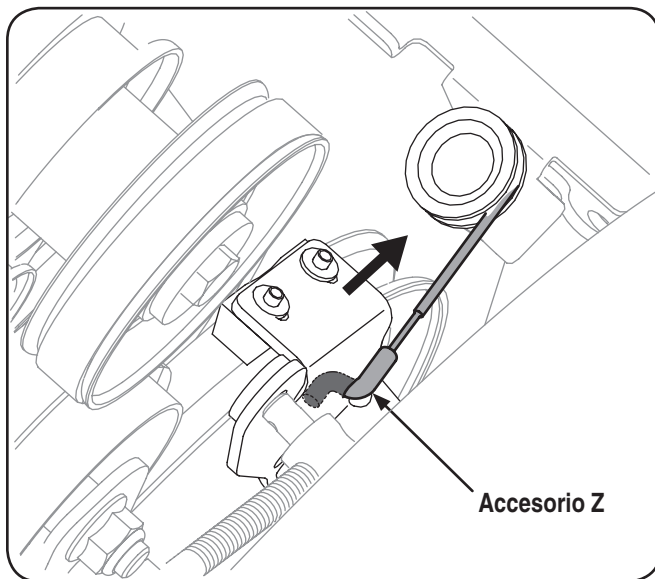

Figura 7-5
3. Tire del conjunto del soporte del freno hacia el rodillo guía del cable y desenganche el accesorio Z del cable de la barrena. Consulte la Figura 7-5.